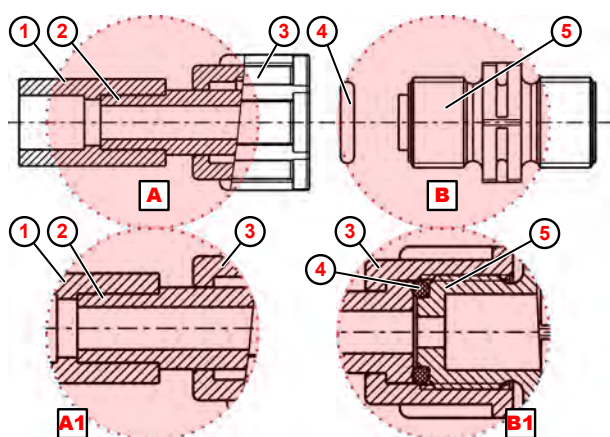

Fig. 10: Collegamento del tubo con connessione saldata
- 1.** ➤ Saldare la connessione saldata (Fig. 10 , ①) con il collegamento sul posto.
- 2.** ➤ Inserire l'O-Ring ④ nel dado della valvola di aspirazione/di mandata ⑤ .
- 3.** ➤ Serrare il il dado per raccordi ③ (dettaglio **B1**).